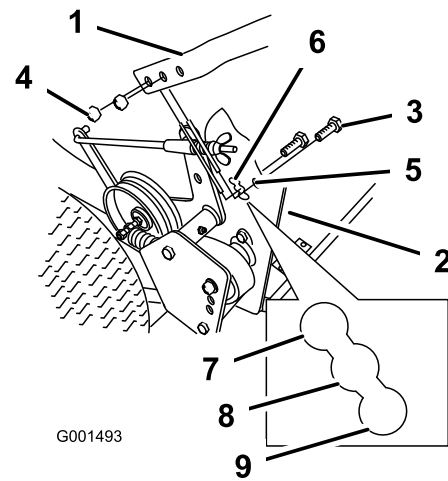

Figure 19
2. Desserrez les boulons à embase supérieurs (3/8 x 1-1/4 po) et l'écrou à embase de fixation de la poignée au cadre arrière (Figure 19).
3. Retirez les boulons inférieurs (3/8 x 1 po) et les écrous à embase qui fixe la poignée au cadre arrière (Figure 19)